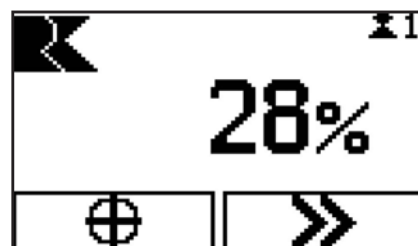

Abbildung 43 - Modus „Absolute Positionierung“
- Absolute Positionierung (Abbildung 43)
⇒ Das Display wechselt in den Modus „Absolute Positionierung“ (Abbildung 43).